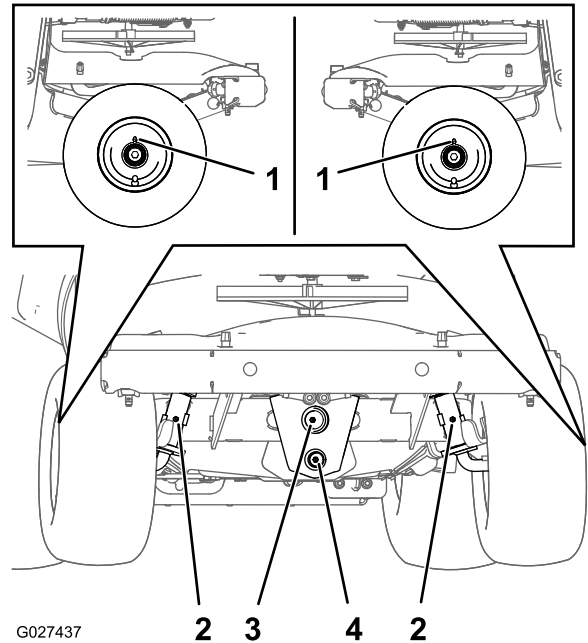

Figure 70
2. Nettoyez les graisseurs avec un chiffon (Figure 70).
3. Raccordez une pompe à graisse aux graisseurs (Figure 70).